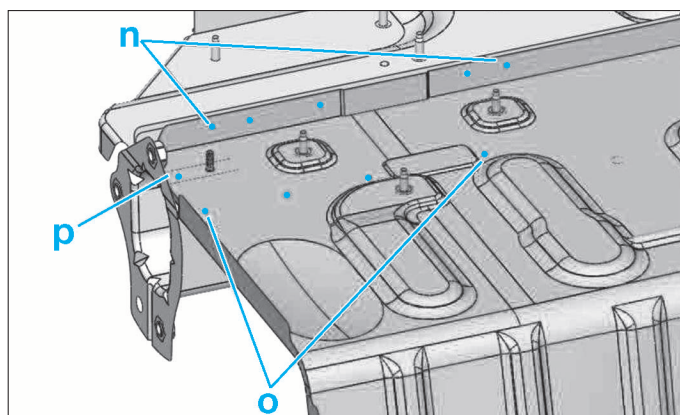

FIG. 110
- (n), (o) et (p) par points électriques (Fig.110).